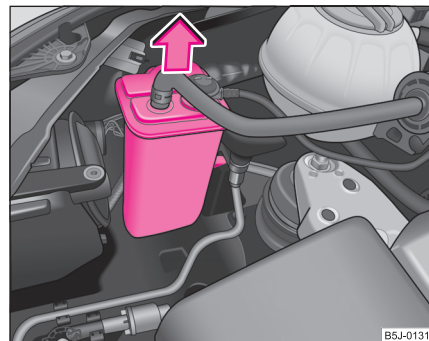

Abb. 172 Aktivkohlebehälter herausnehmen
- Nehmen Sie bei einem Fahrzeug mit Benzinmotor vor dem Lampenwechsel im rechten vorderen Scheinwerfer den Aktivkohlebehälter heraus ⇒ Seite 254, Abb. 172.